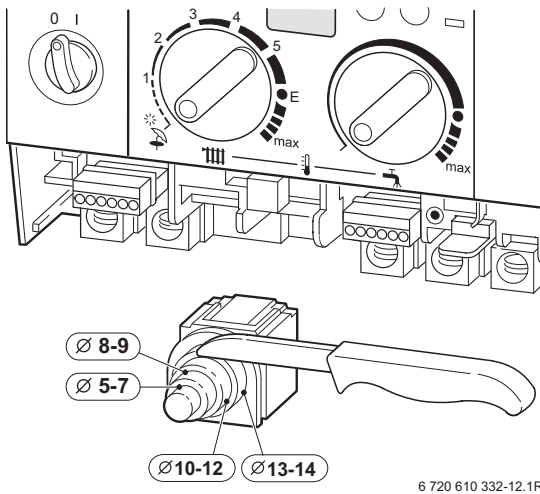

Рис. 16
- ▶ Для забезпечення захисту від водяних бризок (IP): слід завжди прокладати кабель крізь отвір під кабельний увід із діаметром не більше діаметру кабелю (див. Рис. 16).